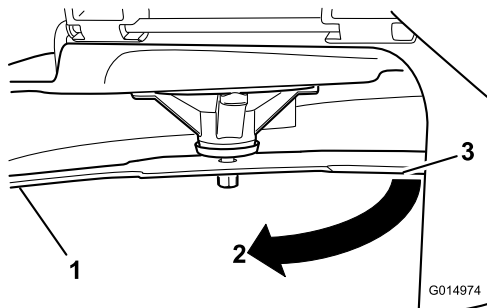

Figure 76
4. Tournez la même lame de 180 degrés pour amener l'autre tranchant à la même position (Figure 76).